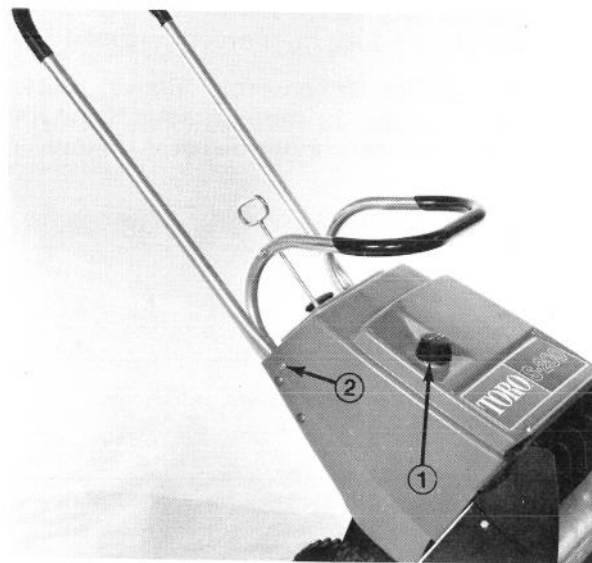

Figure 21
2. Enlevez le bouchon du réservoir de la déneigeuse (Figure 21).
3. Enlevez les deux vis auto-taraudeuses qui retiennent les côtés de la garde supérieure, puis enlevez celle-ci (Figure 21). Reposez ensuite le bouchon sur le réservoir à essence.
8. Enlevez le bouchon du réservoir à essence de la déneigeuse et remettez la garde en place (Figure 21). Reposez le bouchon.
10. Engagez le panneau avant dans les rainures de la garde supérieure. Fixez les côtés de la garde supérieure à l'aide de deux vis auto-taraudeuses de 1/2 pouce (Figure 21).